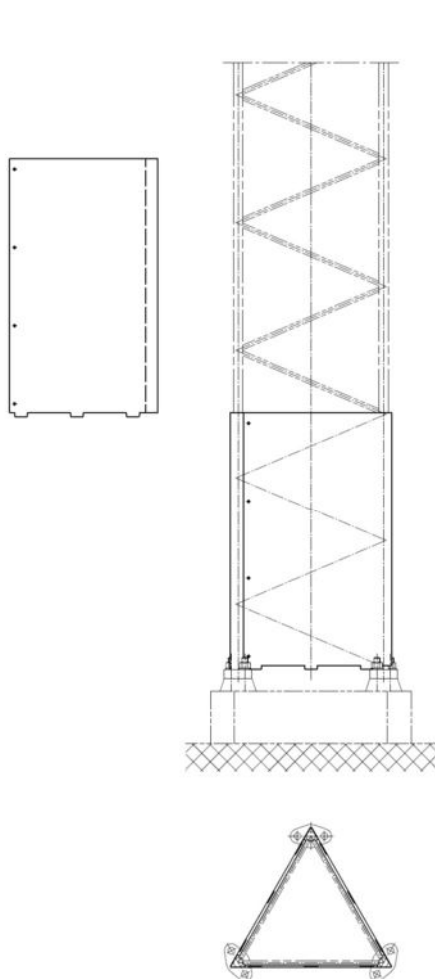
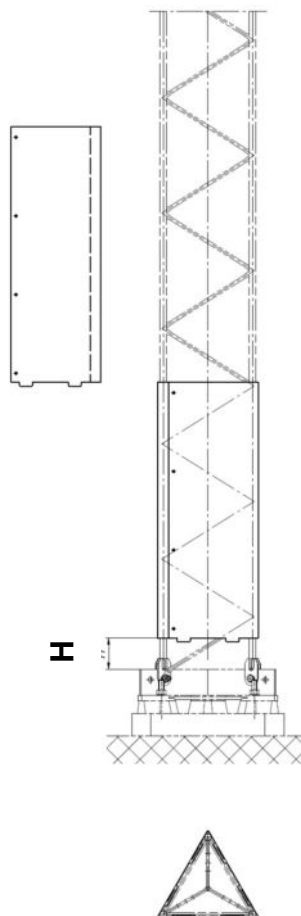

Bild 1 (560, 690, 890, 1160)
Bild 2 (340,450)
1. Plåtarna placeras runt sektionen med tappen nedåt, stående på fotplattorna. (Se bild 1). På sektion 340 och 450 monteras plåtarna på H=120 mm resp. H=115 mm över fotplattan. (Se bild 2).